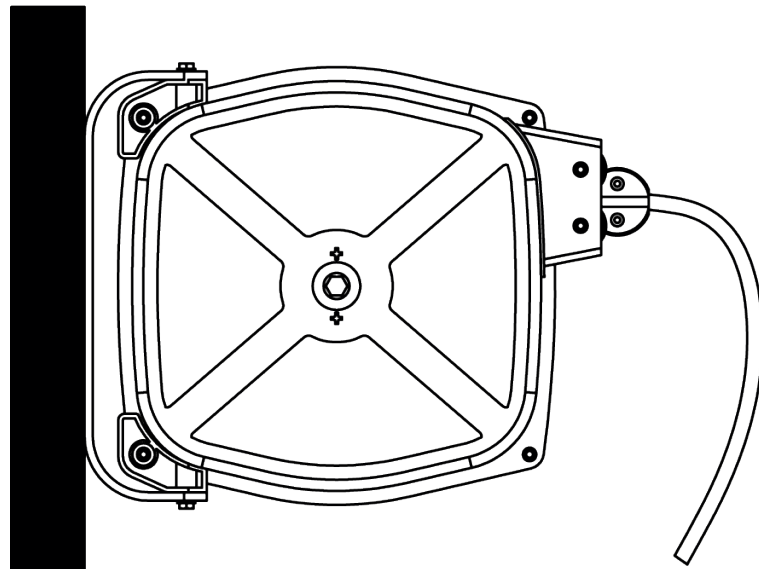

Bild 1
Nur an stabiler Wand montieren, wie im Bild 1 dargestellt !
2. Suchen Sie eine geeignete und sichere Stelle an der Wand Ihrer Werkstatt und montieren Sie den Schlauchaufroller, wie im Bild 1 dargestellt. Verwenden Sie geeignete Schrauben mit ausreichender Länge und Befestigungsmaterial.